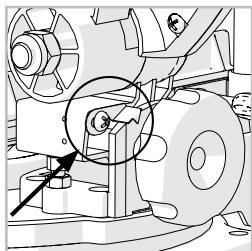

Fig. 7
- Assurez-vous que la tête de coupe est relevée, contre sa butée et que l'indicateur de biseau affiche 0° sur l'échelle. **(Fig. 7)**